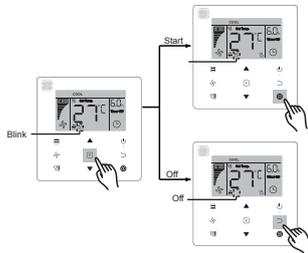

Figura 6.13
- Activar/desactivar la función **Silencio** : pulse el botón **F** para ir a la función **Silencio** (el icono  parpadeará en pantalla); a continuación, pulse **@** para confirmar y activar la función o bien pulse **▷** para cancelar y desactivar la función (ver Figura 6.13).